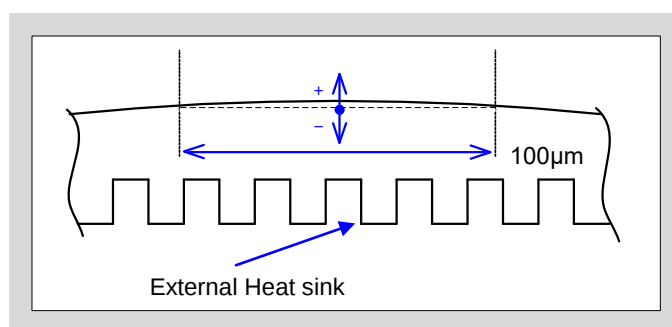

図6-2 ヒートシンクの平坦度測定位置
- 図6-2にヒートシンクの平坦度の測定位置を示します。平坦度は $0\mu\text{m}/100\text{mm}$ ~ $+100\mu\text{m}/100\text{mm}$ とし、表面荒さ(R_z)は $10\mu\text{m}$ 以下となるようにヒートシンク表面を仕上げてください。